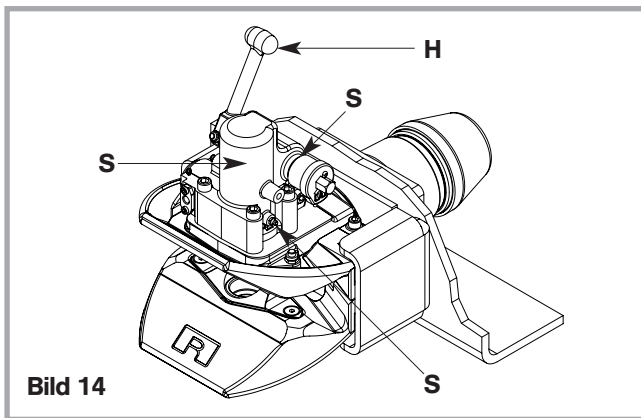

Bild 14
- Koppla loss snabbkoppling (**S**) på styrenheten (se bild 14).